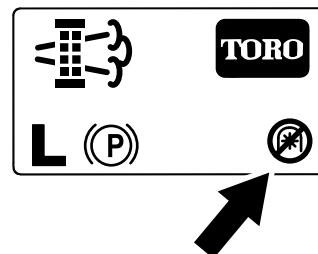

Figura 43
**Nota:** La pantalla de Inicio muestra el icono TDF deshabilitada (Figura 43).
**Nota:** La pantalla de Inicio muestra el icono de TDF deshabilitada; consulte Figura 43 en Mensajes de regeneración estacionaria \(página 42\).